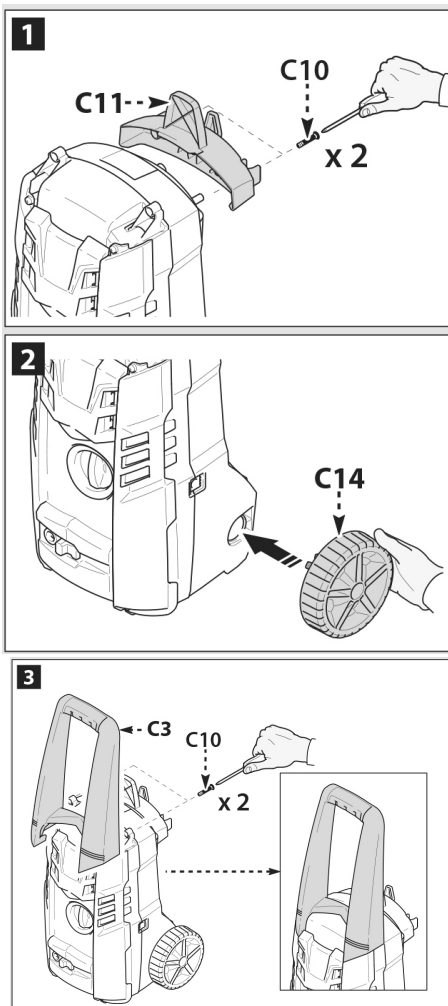

Abb. 4: Montage
Schritt 1: Die Wandhalterung (Pos. C11, Abb. 4) auf dem Gerät mit den 2 beiliegenden Schrauben (Pos. C10, Abb. 4) montieren.
Schritt 2: Stecken Sie die Räder (Pos. C14, Abb. 4) in den Hochdruckreiniger ein.
Schritt 3: Stecken Sie den Handgriff (Pos. C3, Abb. 4) auf den Hochdruck-Reiniger. Befestigen Sie diesen mit den 2 beiliegenden Schrauben (Pos. C10, Abb. 4).